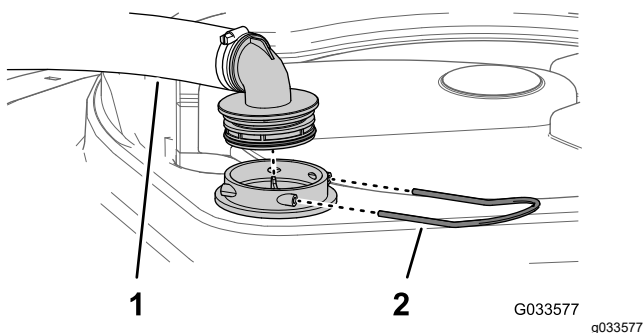

Bild 51
befestigt ist, das am dicken Schlauch und dem Filtergehäuse angeschlossen ist (Bild 51).
3. Nehmen Sie den Schlauch und das Schlauchanschlussstück vom Filtergehäuse ab (Bild 51).